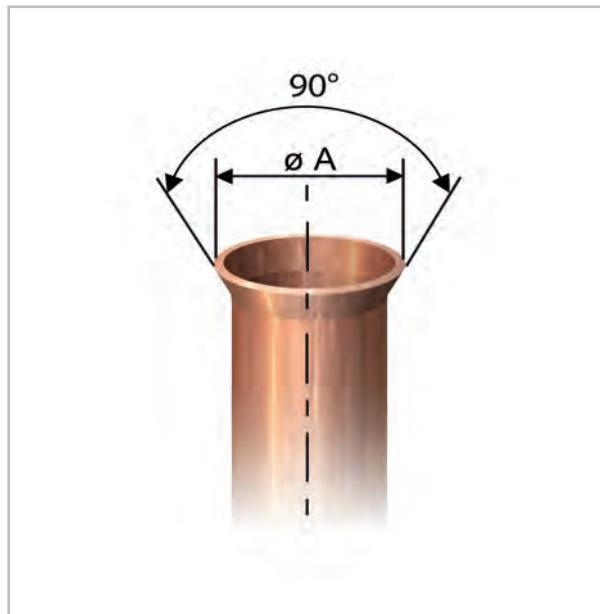

Abb. 21: Korrekte Bördelform
9. Überprüfen Sie, ob der Bördel eine korrekte Form aufweist (Abb. 21).